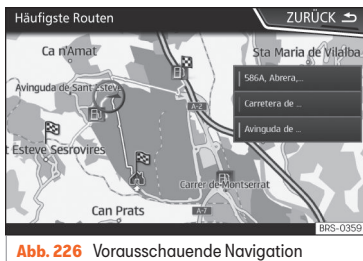

Abb. 226 Vorausschauende Navigation
- Auf dem Hauptbildschirm des Navigationsmenüs im Pop-up-Fenster die Taste **Häufige Routen** antippen. Zur Anzeige der häufig gefahrenen Routen die Taste **In Karte anzeigen** antippen »» **Abb. 226**.